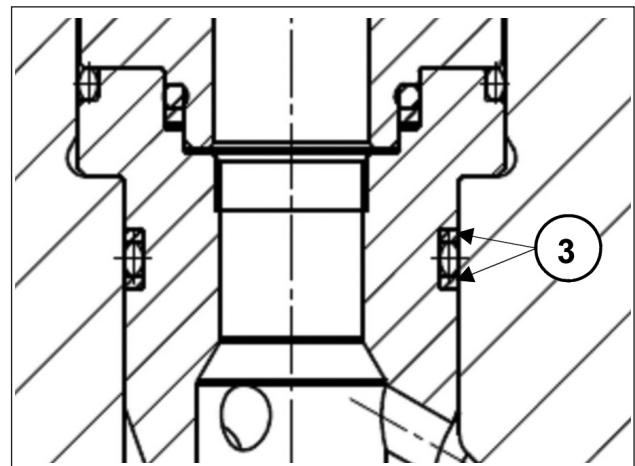

Fig. 28
Insérer les groupes de la soupape d'aspiration et de refoulement avec leurs douilles, en vérifiant qu'ils arrivent au fond du siège de la tête. Faire particulièrement attention à ne pas endommager les bagues anti-extrusion des douilles (Fig. 28, rep. ③) ; pour une mise en place et une adaptation correcte des bagues dans leurs sièges respectifs, suivre ces instructions :